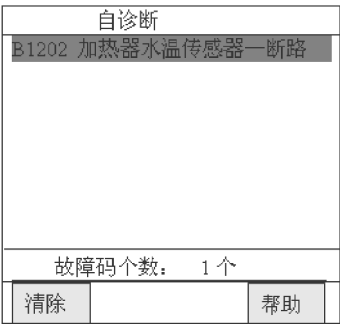

图 7-46 显示 DTC B1202
- 3) 读取故障码，是否显示 DTC B1202？DTC B1202 的显示如图 7-46 所示。